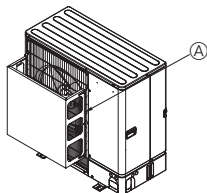
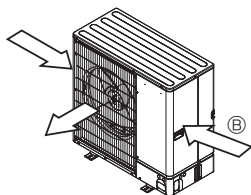

Fig. 2-5
Fig. 2-6
- ② Τοποθετήστε έναν προαιρετικό οδηγό αέρα, αν πρόκειται να εγκαταστήσετε τη μονάδα σε σημείο όπου υπάρχει το ενδεχόμενο να φυσούν απευθείας στο στόμιο εξαγωγής του αέρα πολύ δυνατοί άνεμοι κτλ. (Fig. 2-5)
- ③ Οδηγός αέρα
- ④ Εγκαταστήστε τη μονάδα με τρόπο ώστε ο αέρας που βγαίνει από το στόμιο εξαγωγής να φυσά κάθετα σε σχέση με την κατεύθυνση του ανέμου, εάν αυτό είναι δυνατό. (Fig. 2-6)
- ⑤ Κατεύθυνση ανέμου